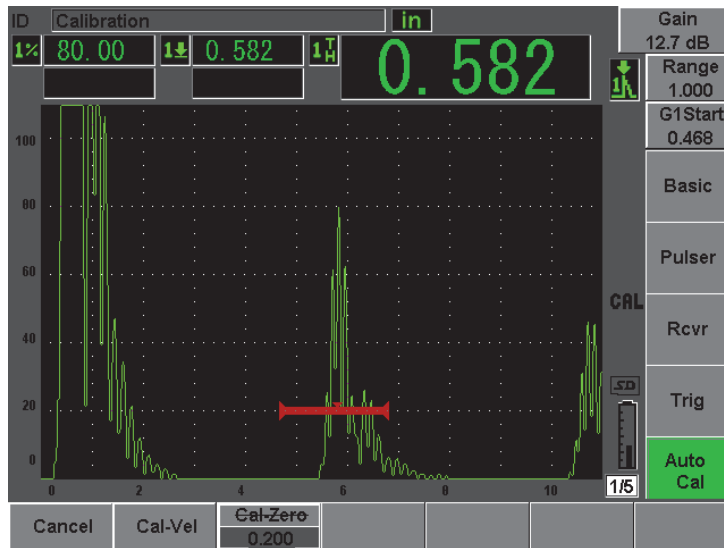

Figure 10-3 Exemple d'un signal placé dans la porte pour étalonnage de la vitesse
- Entrez l'épaisseur connue de l'indication dans la porte (5 mm ou 0,200 po dans cet exemple), et puis sélectionnez **Continue** (Continuer) pour passer à la deuxième étape d'étalonnage (voir la Figure 10-3 à la page 161). L'épaisseur utilisée à cette étape de l'étalonnage est stockée comme référence dans la boîte de paramètres **Cal-Zero** (ÉtalZéro).